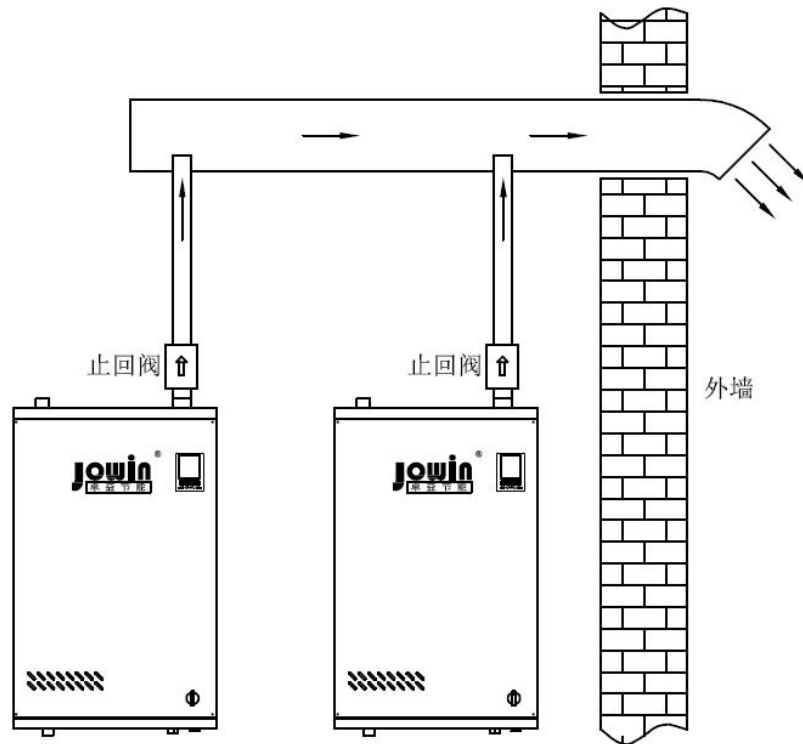

图 24 多机并联排烟方式
- (1) 多机并联排烟方式是将多台蒸汽机的排烟管汇聚到一条主排烟管内，然后排至室外的方式。
- (2) 主排烟管必须足够粗，保证排烟顺畅。
- (3) 为防止烟气倒灌，每台蒸汽机的排烟支管上必须安装止回阀，如图 24 所示。
- (4) 多机并联时，主烟道的规格可参考表 4。